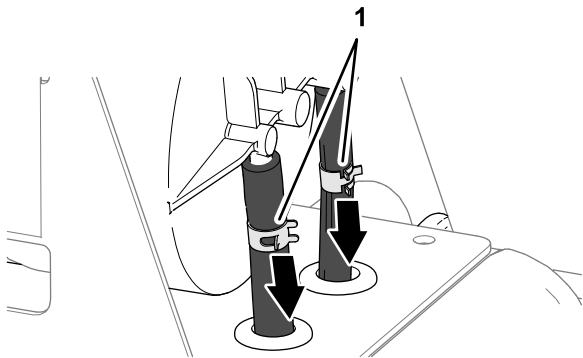

**Figura 115**
2. Sur le réservoir de carburant, retirez les 4 vis (n° 10 x 3/4") qui fixent le support du filtre à charbon actif au sommet du réservoir de carburant (Figura 115).